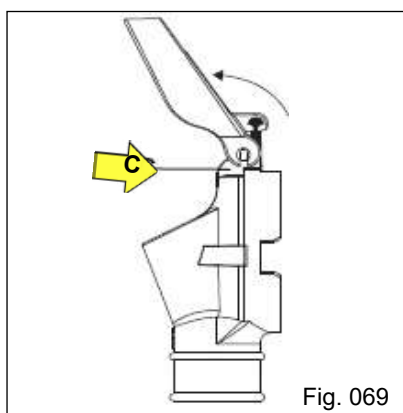
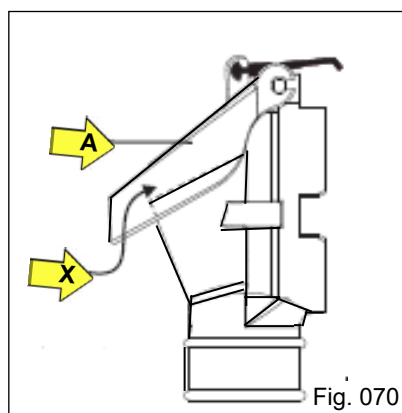

Fig. 069
Fig. 070
b) Introduza a tampa até o final do canal e faça o giro da mesma (Fig. 069), observando a mesma posição nos dois lados dos pinos do bocal. Após gire até o Batente "X" da face superior do bocal (Fig. 070).